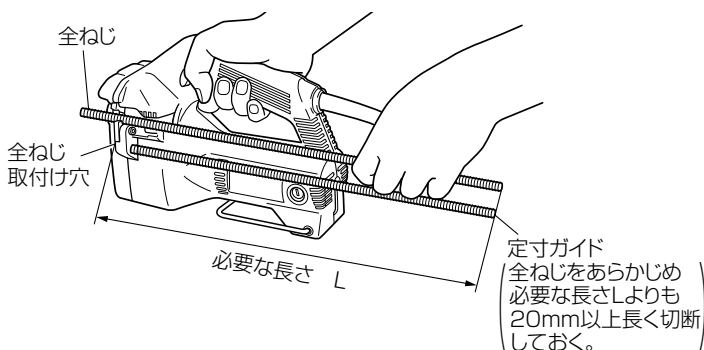

図 9
- (1) あらかじめ、必要な長さより 20 mm 以上長く W3/8 の全ねじを 1 本切断し、これを定寸ガイドとして使用します。
- (2) 定寸ガイドの全ねじを本体のブラケット (B) に設けられた全ねじ取付け穴にねじ込みます。(図 9)